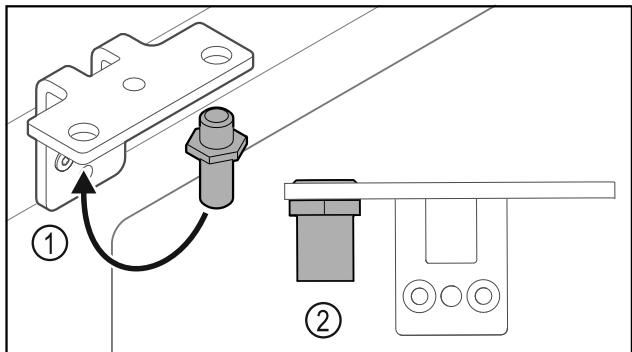

Fig. 25
- Преместете болта Fig. 25 (1) в ъгъла на пантата.
- Затегнете болта Fig. 25 (2) с **въртящ момент от 12 Nm**.